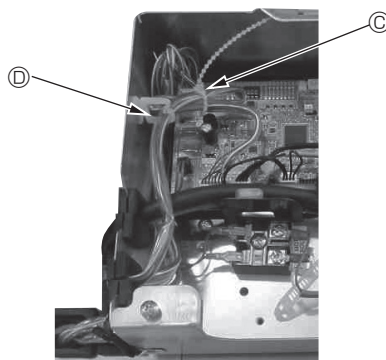

Fig. 10-14
- Помістіть надлишки з'єднувальних проводів датчика i-See та приймача сигналу в розподільний ящик, закріпіть за допомогою затискача для проводів, як показано на схемі, та скрутіть проводи разом за допомогою хомути. (Fig. 10-14)